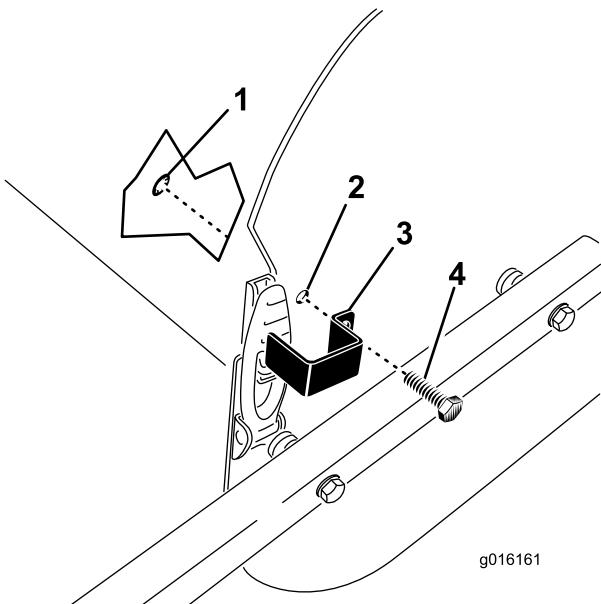

Figura 30
- Posicione a placa do trinco sobre o trinco do capot alinhando o furo de montagem com o furo da placa lateral (Figura 30).
2. Prenda a placa do trinco à placa lateral com um parafuso de cabeça hexagonal e um anel de retenção (Figura 30).